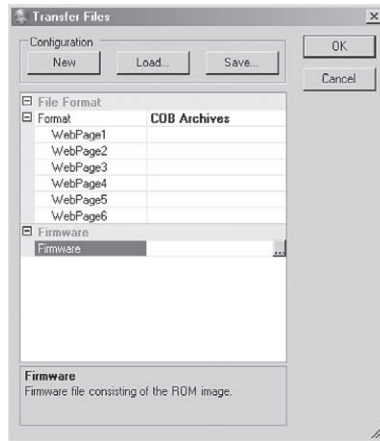

Рис. 28. Окно передачи файлов
2. Выберите это устройство и щелкните по значку *Upgrade* («обновить») или выберите пункт *Files* («файлы») из меню *Device* («устройство»). Появится диалоговое окно передачи файлов (рис. 28).